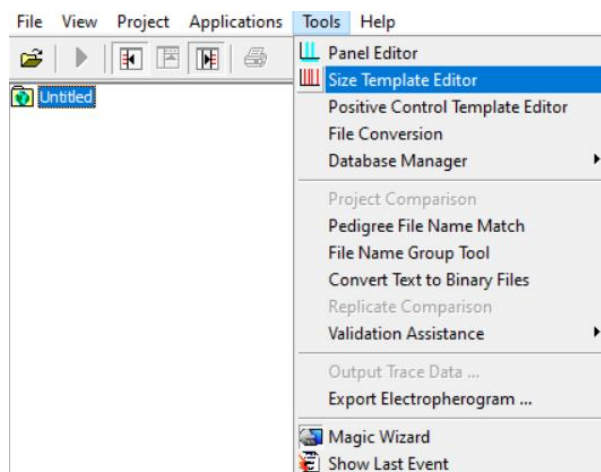

Рисунок 16
5. Затем в верхнем меню выбрать «**Tools**», в выпавшем списке – «**Size Template Editor**» (рисунок 16).